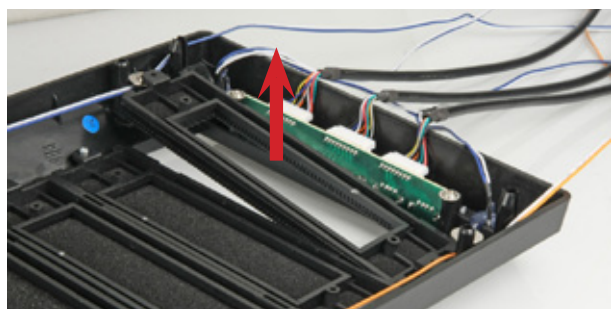

図24
6. 3.5インチ開口部付の5.25インチベゼルを正面パネルにネジで固定し（図24）、パネルをケースにつけ直します。